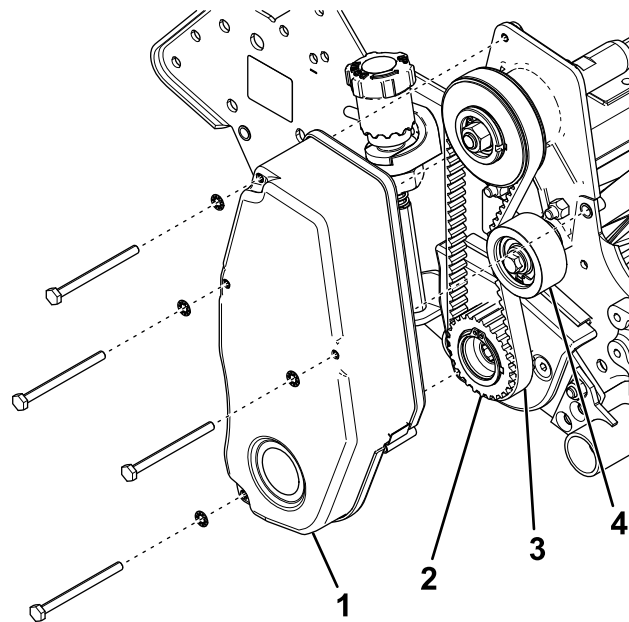

图9
1. 从侧板上卸下滚刀驱动皮带罩图9。
2. 旋松惰轮皮带轮并取下滚刀驱动皮带图9。
3. 从滚刀轴上拆下驱动皮带轮图9。